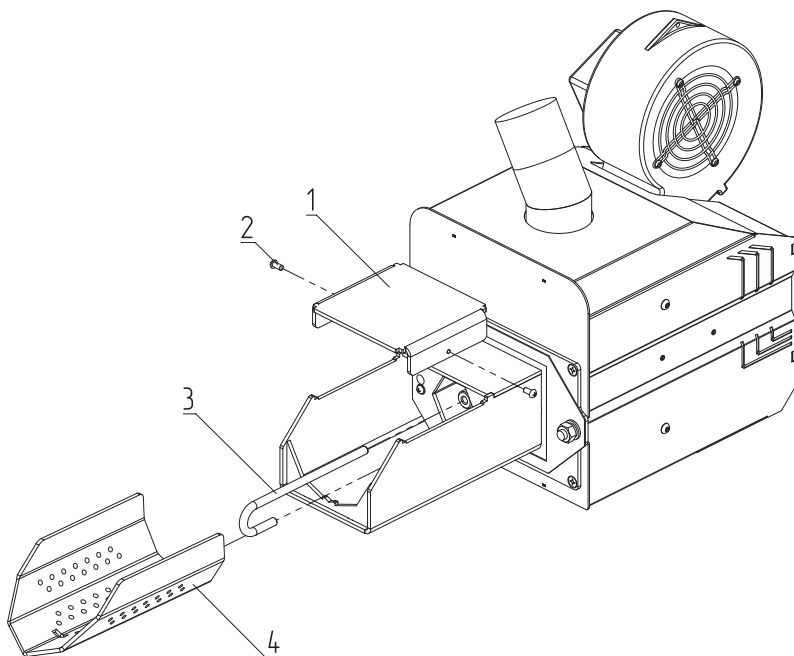

Рис.8 Порядок сборки горелки
- Установите съёмную чашу топки (**Рис.8, поз.4**) в лоток горелки;
- Закрутите шурупку (**Рис.8, поз.3**), как показано на **Рис.8**;
- После установки пеллетной горелки на котёл, установите съёмный отбойник (**Рис.8, поз.1**);
- Закрепите отбойник фиксирующими винтами (**Рис.8, поз.2**).